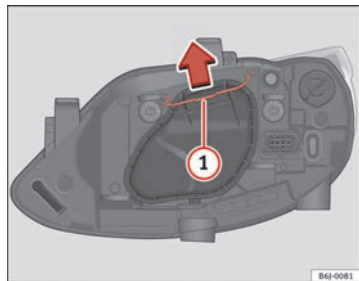

Fig. 144 Feu de croisement/de route projecteur simple
- Déplacez le tirant ⇒ fig. 144 ① dans le sens de la flèche puis retirez le cache.